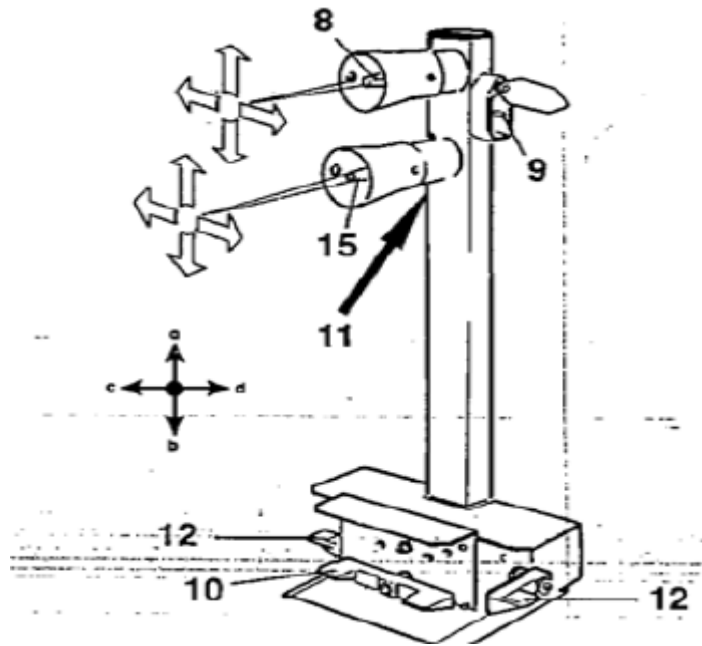

Рисунок 2 Стойка управления
4.2.2 Стойка управления (или мобильный пост управления, см. Рисунок 2) состоит из основания, стойки, пульта. На пульте расположен джойстик управления 8: